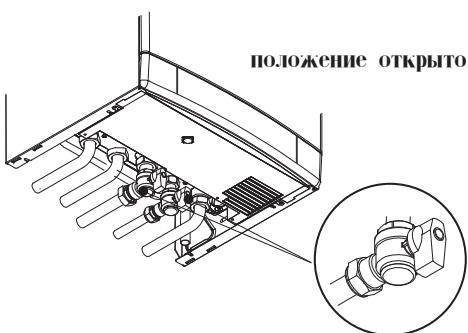

рисунок 6.1
- Откройте газовый кран 8 (рисунок 6.1) на устройстве и проверьте подключение на отсутствие утечек.
- Откройте кран подачи холодной воды 7 (рисунок 6.1).